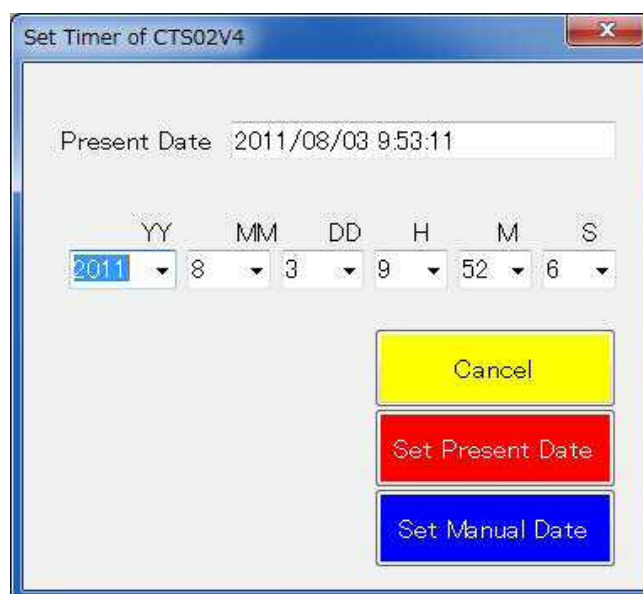

図 5.4-1 時刻設定ダイアログウィンドウ
- ・パラメータは、【Show Parameter】⑨ボタンで確認することができます。
- ・⑨ボタンを押すと、設定されているパラメータが表示されますが、編集したり書き込んだりすることはできません。
- ・CTS-02V4-PC 初期画面で【Timer Set】⑦ボタンを押します。
- ・時刻設定ダイアログウィンドウが開きます(図 5.4-1)。